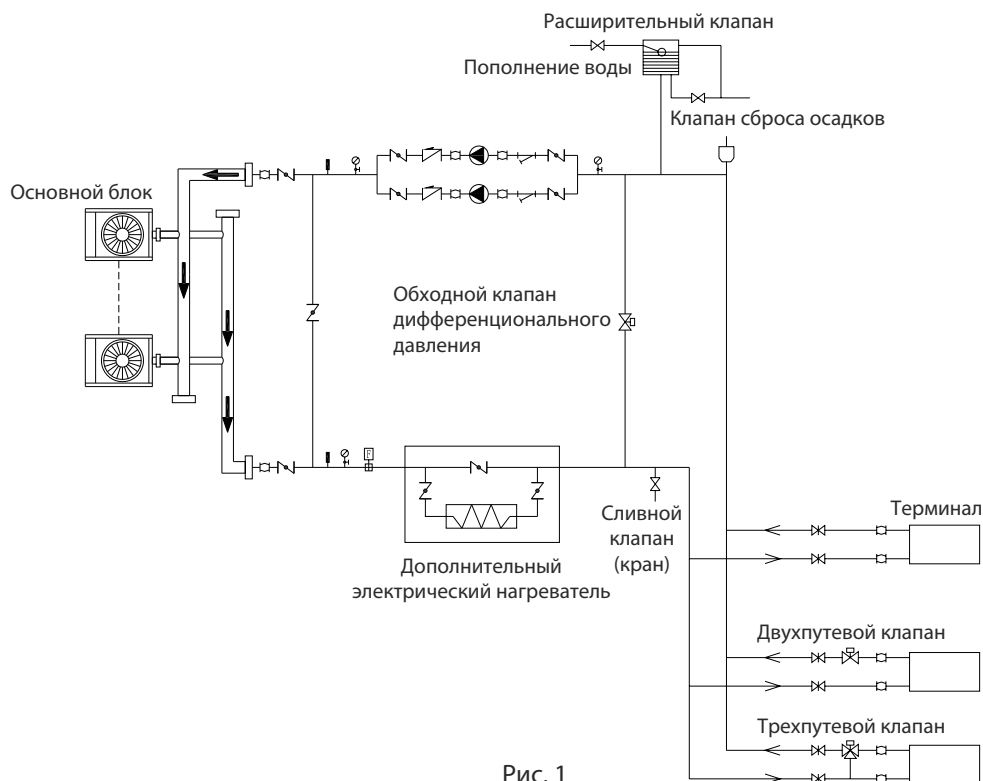
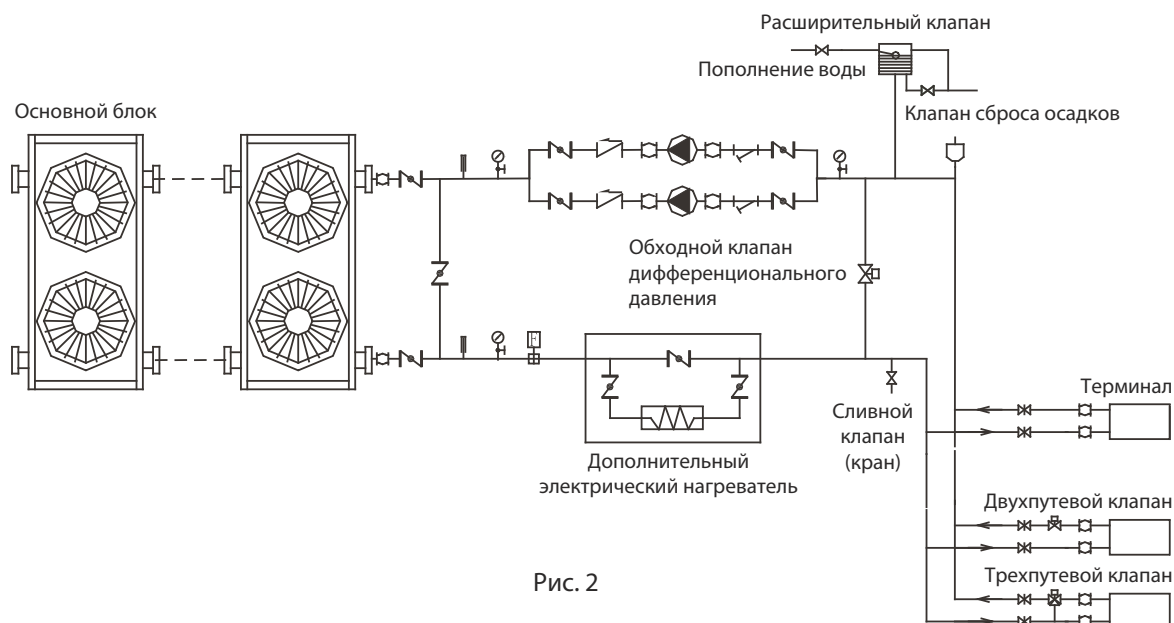
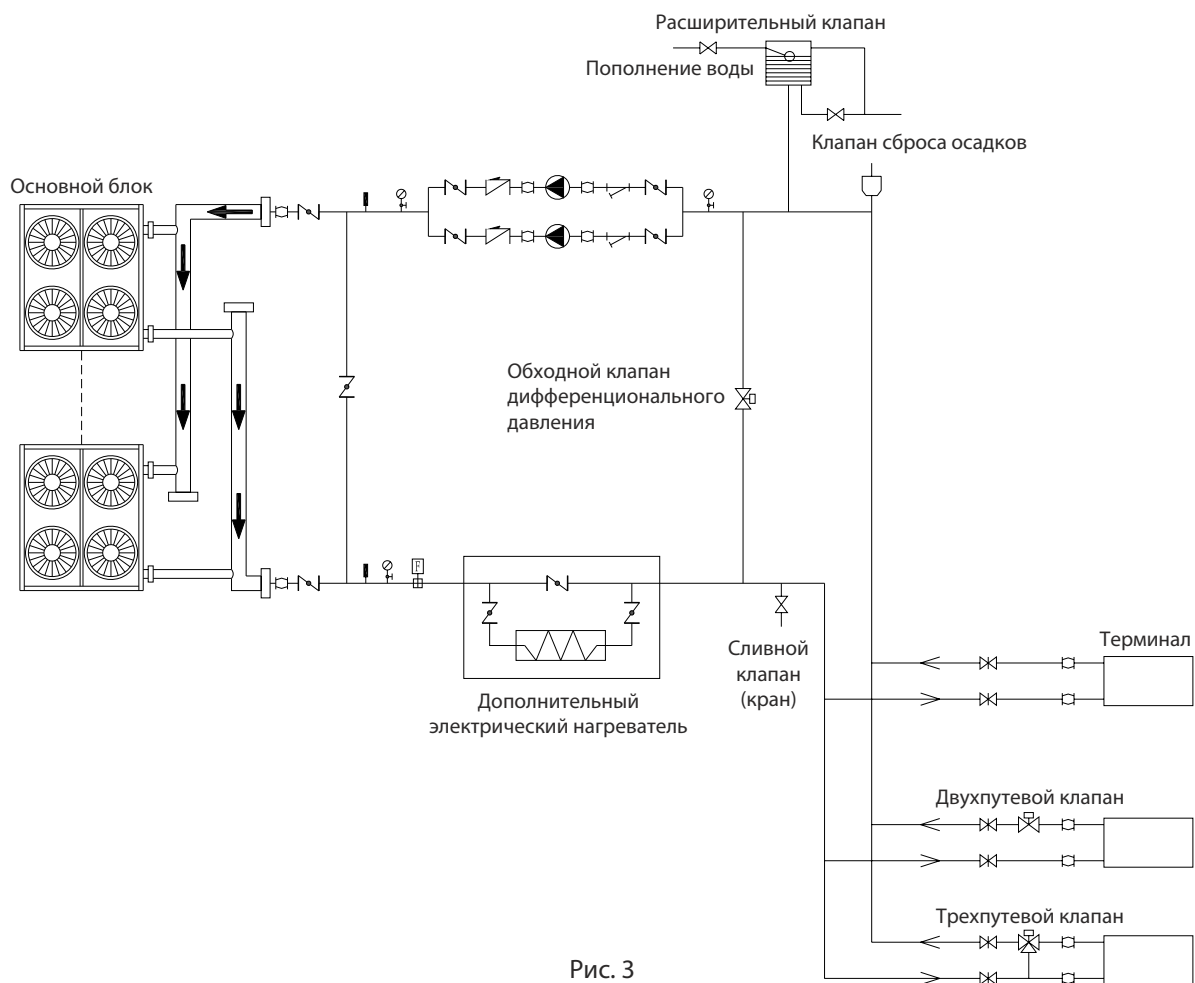

Рис. 1
Рис. 2
Рис. 3
- з. Обводные (байпас) трубы и клапаны, как показано на рис. 1, рис. 2 и рис. 3 должны быть установлены для теплообменника, чтобы облегчить очистку внешней системы водяного прохода до регулировки блока. Во время технического обслуживания, водопровод теплообменника может быть отрезан, не нарушая работу других теплообменников.